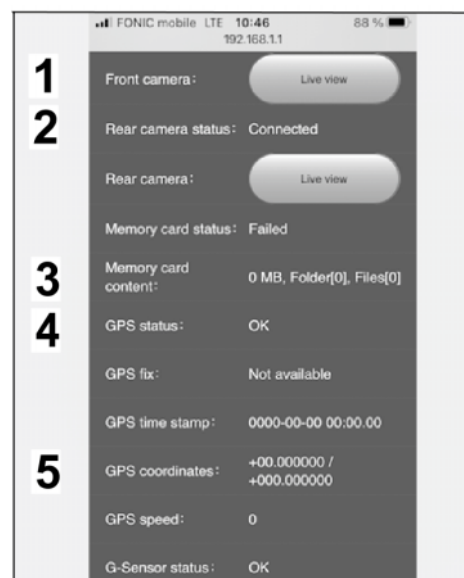

Bild 26
6.2 Anzeige von Live-Bildern Frontkamera, Verbindungsstatus, Status Speicherkarte, GPS- und Radar-Status und weiteres (⇒ Bild 26).